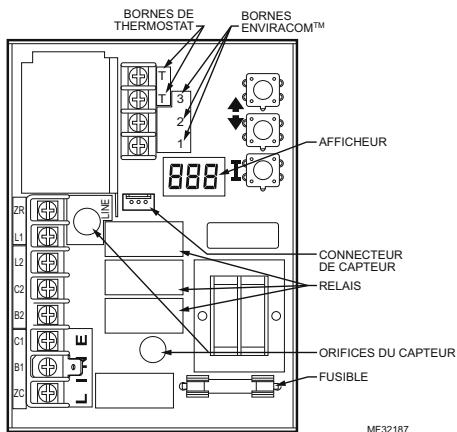

Fig. 5. Carte de circuit imprimé, indiquant la connexion du capteur et les orifices de puits pour les modèles à montage vertical.
3. Aligner prudemment le capteur de remplacement avec l'orifice de la carte de circuit imprimé et le guider dans le boîtier Aquastat et le puits. (Consulter la Fig. 5.)
5. Brancher le capteur dans la carte de circuit imprimé en appuyant le connecteur du capteur dans un connecteur homologue de la carte de circuit imprimé (consulter la Fig. 5).
Pour empêcher la modification non autorisée des réglages Aquastat, le mode de RÉGLAGE requiert de suivre une procédure de saisie. Pour accéder au mode RÉGLAGE, appuyer simultanément sur les touches HAUT, BAS et I pendant trois secondes (se reporter à la Fig. 5) pendant trois secondes. Appuyer sur la touche I jusqu'à ce que la fonction à régler s'affiche :